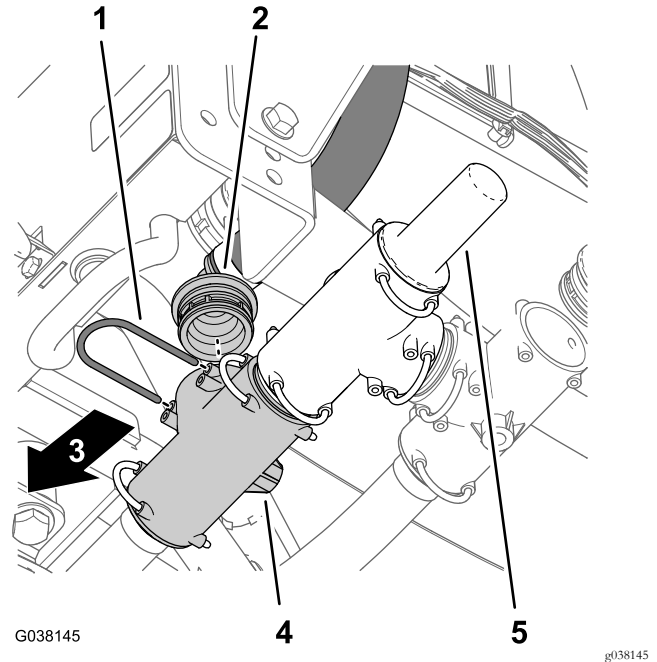

Рисунок 24
3. Снимите держатель, который крепит прямоугольный штуцер типа «елочка» шланга подачи опрыскивателя к тройнику, расположенному перед клапаном сброса давления (Рисунок 24).
4. Снимите прямоугольный штуцер типа «елочка» с тройника (Рисунок 24).